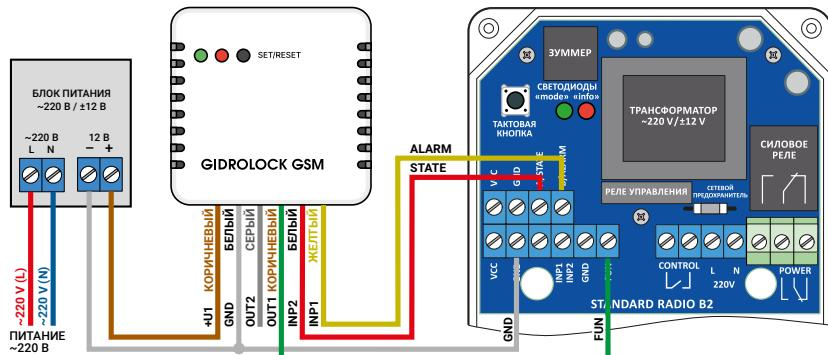

Рис. 5. Схема подключения GSM-модема GIDROLOCK с внешним блоком питания (пример подключения).
5.6 К блоку управления можно подключить **GSM-модем GIDROLOCK**. Схема подключения приведена на рис.5. Для питания GSM-модема GIDROLOCK потребуется внешний отдельный блок питания 220В/8...15В (1,0А). Клеммы **ALARM** – **INP1** используется для SMS оповещения об аварийной ситуации (протечка воды). Клеммы **STATE** – **INP2** используется для SMS оповещения о состоянии шаровых электроприводов.